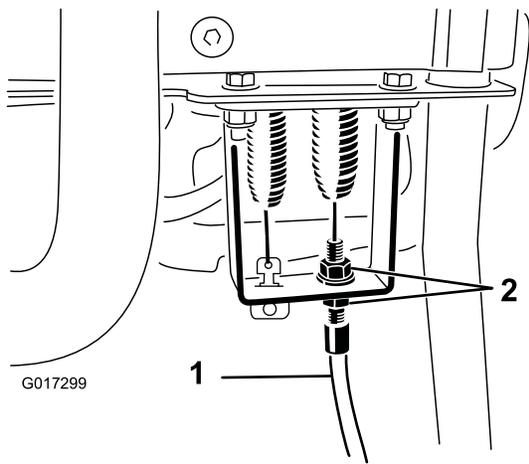

Figura 47
4. En el soporte de la palanca de control, afloje el cable de control del molinete hasta que haya holgura en el cable (Figura 47).